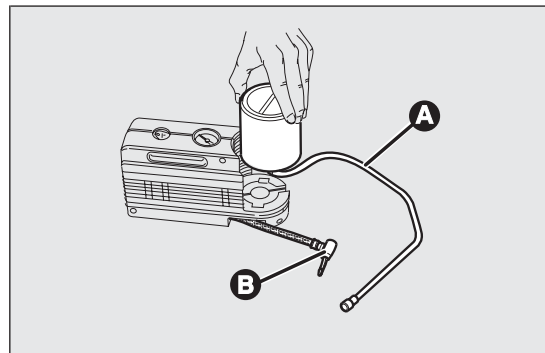

fig. 156
- ☐ disinserire l'innesto B fig. 156 ;